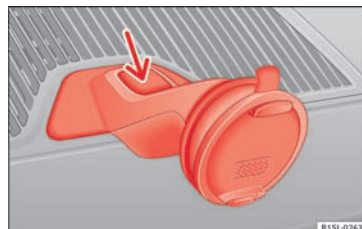

Fig. 95 Afmontering af holder til navigationssystem
- Tryk på holderens udløserknop »» **Fig. 95** (pil).